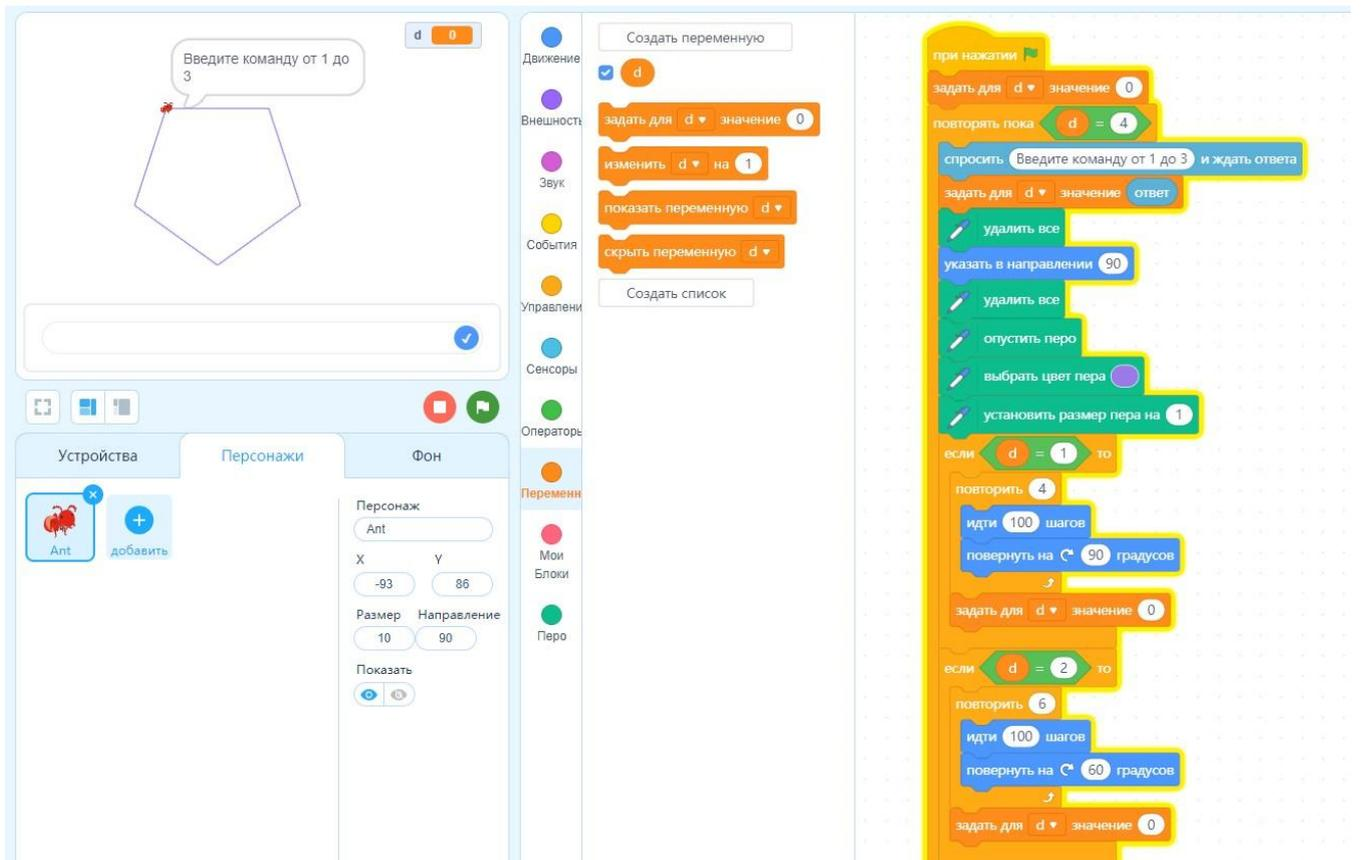

Рис. 42
- Пример подобной программы представлен на рис. 42.